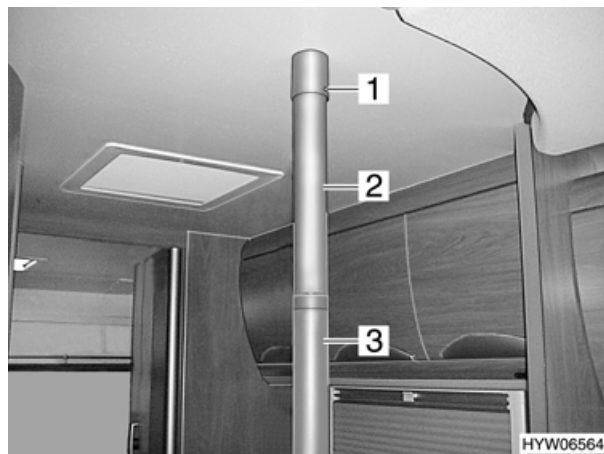

Fig. 102 Lampada a colonna (variante 1)
- Svitare la vite di sicurezza (Fig. 102,1).
- Spingere il bossolo cilindrico (Fig. 102,2) verso l'alto, estrarre quindi il vetro (Fig. 102,3) della luce tirandolo verso l'alto.